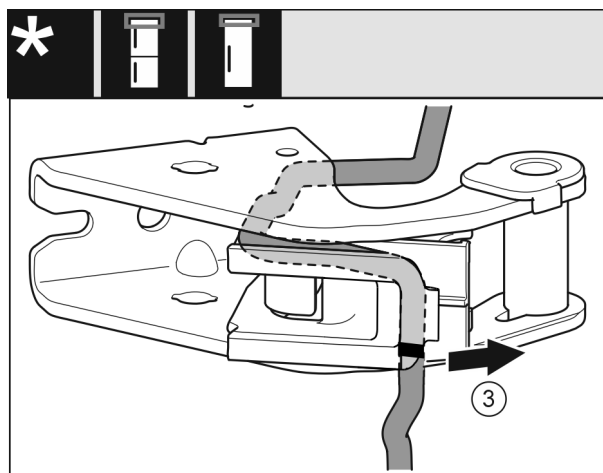

Fig. 15
- ▶ Kabel skupaj z držalom kabla odstranite z ležajnega podstavka. Fig. 15 (3)